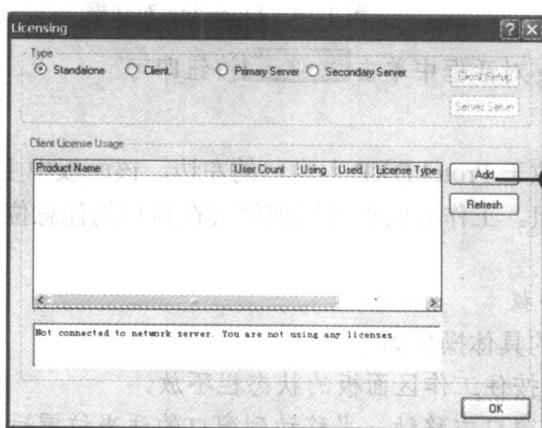

图 1-12 Licensing 对话框
(1) 单击系统菜单按钮 ，在弹出的下拉菜单中选择 Licensing 选项，打开 Licensing 对话框，如图 1-12 所示。